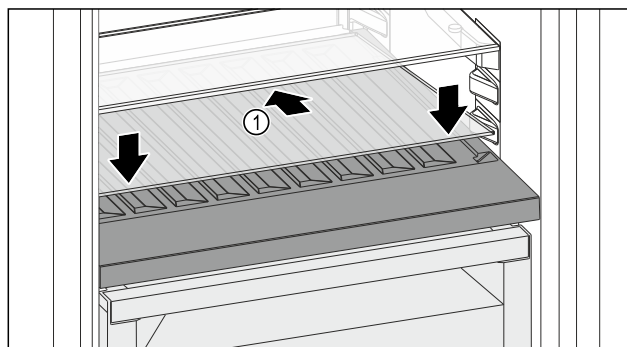

Fig. 166
- Vendosni pllakën e xhamit Fig. 166 (1) pjerrtas, dhe të anuar për poshtë në pjesën prapa.
- Ulni poshtë pllakën e xhamit Fig. 166 (1) përpara.